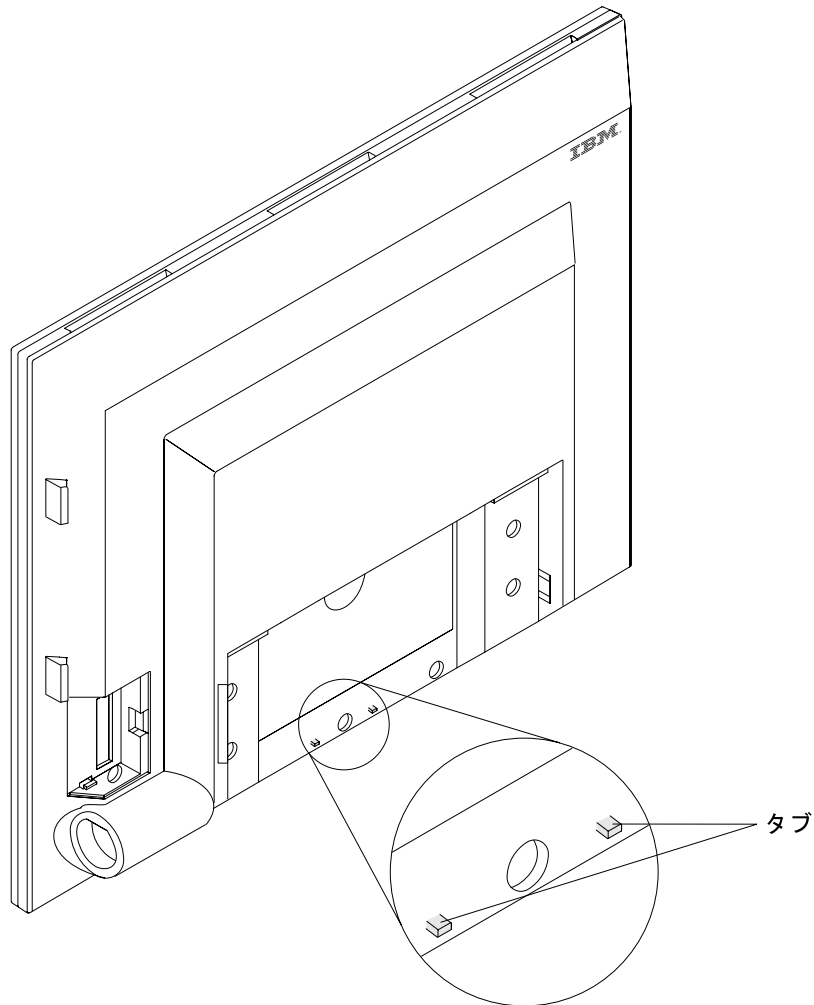

図12. ポインティング・デバイス接続用のタブ
1. ポインティング・デバイス用のタブが 4820 の背面に付いていることを確認してから、この作業を開始してください (図12 を参照してください)。